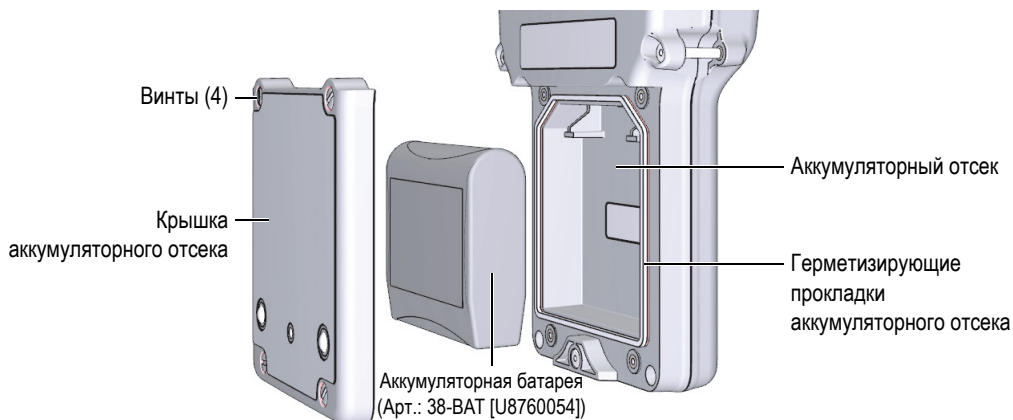

Рис. 2-4 Открытие аккумуляторного отсека
Батарея находится в специальном отсеке на задней панели прибора 38DL PLUS (см. Рис. 2-4 на стр. 32).
6. На задней стенке прибора ослабьте винты (4), удерживающие крышку аккумуляторного отсека (см. Рис. 2-4 на стр. 32).